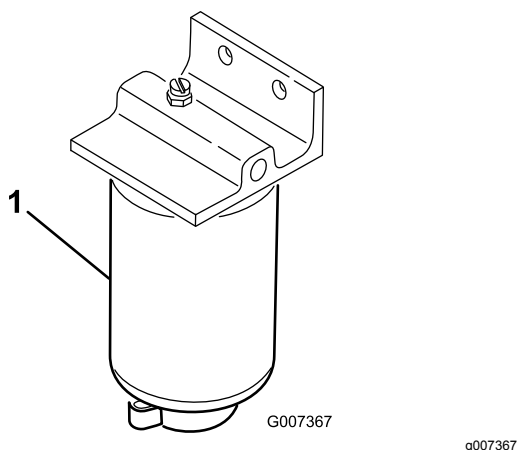

Bild 41
2. Reinigen Sie den Anbaubereich der Filterglocke (Bild 41).
4. Öffnen Sie die Filterablassschraube und das Entlüftungsventil (Bild 41).